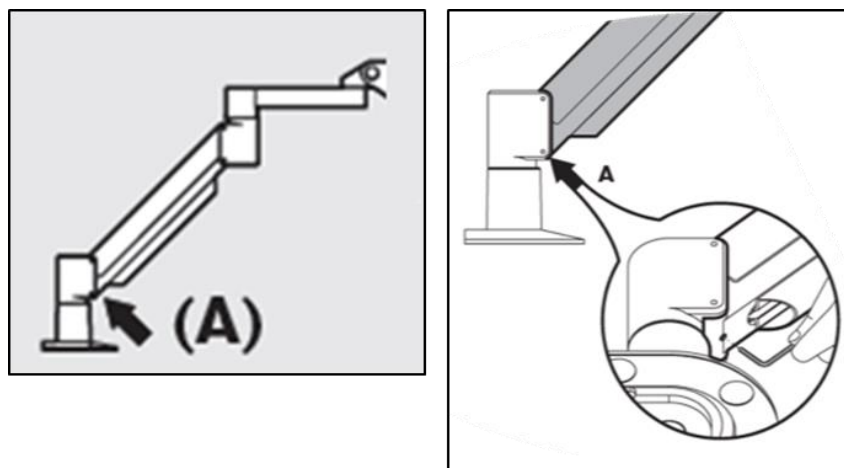

Figura 4-5. Allentamento della vite di arresto di controbilanciamento A
- Se il braccio si sposta verso il basso, alzarlo fino al massimo del suo raggio di movimento e allentare la vite di arresto di controbilanciamento A ruotandola di almeno  $\frac{1}{2}$  giro. Usare una chiave Allen da 3/32". Vedere la Figura 4-5.
- Sollevare il braccio fino alla posizione più alta e fissare la **vite di arresto di controbilanciamento A** fino a stabilire il contatto, quindi serrare ruotando di almeno  $\frac{1}{2}$  giro, ma di non più di  $\frac{3}{4}$  di giro. Vedere la Figura 4-5.